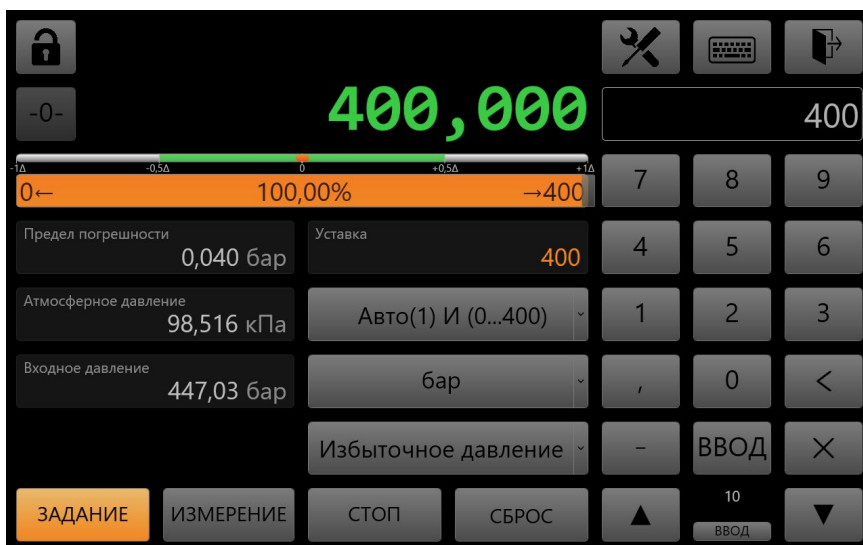

Рис. 6. Рабочий экран в режиме задания
2.3.2.1 Режим задания включается кнопкой Задание на главном экране (Рис. 6). В целях защиты оборудования, подключенного к калибратору, рекомендуется задать параметр «максимальное давление» (в настройках калибратора 2.3.6.1), соответствующее допустимому рабочему давлению данного оборудования. Далее на главном экране следует выбрать режим абсолютное/избыточное давление, единицы измерения, преобразователь давления (Авто, 1,2,3). При выборе режима Авто калибратор самостоятельно выбирает преобразователь, обладающий максимальной точностью для данной уставки и задает давление. При ручном выборе преобразователя 1,2 или 3 калибратор задает давление по выбранному преобразователю. На цифровой клавиатуре набрать нужное значение уставки и нажать кнопку Ввод. Начнется алгоритм задания давления,